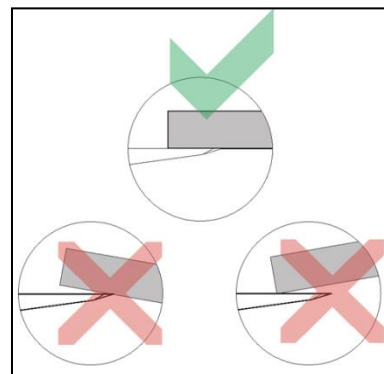

Abb. 6-11
3. Legen Sie den Schleifstein flächig auf die glatte Seite des Kreismessers auf (Abb. 6-11).